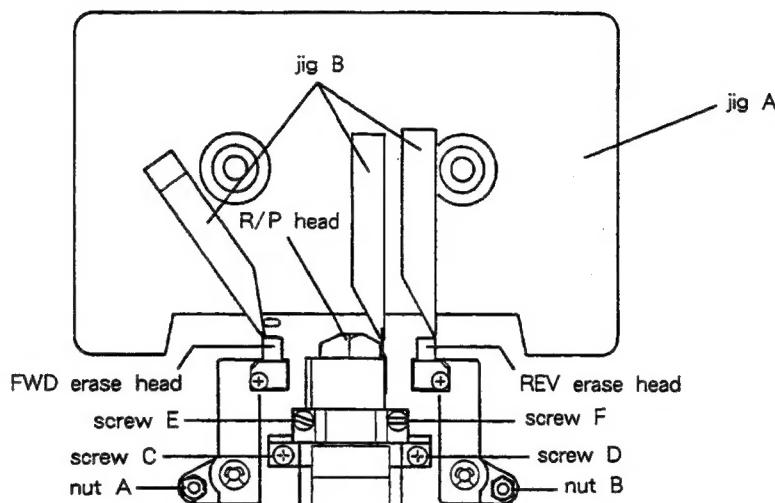

Fig. 2-6
- 1). Set jig A as shown in Fig. 2-6, then set the deck to FWD/PLAY mode.
If it doesn't, adjust Allen nut A shown in Fig. 2-6.
- If the head is both high (or low) in FWD and REV modes, replace the spacer under screws C and D (Fig. 2-6) with a thin (or thick) one. (Add or remove the same number of spacers with the same thickness for both screws C and D.)
- 1). 図2-6のように治具Aをセットし、FWD/PLAYモードにする。
そうでない場合は、図2-6の六角ナットAを調整する。
ネジC, D(図2-6)の下のスペーサーを板厚の薄い(厚い)ものに換える。(C, D共同じ厚さのスペーサーを同枚数増減すること)
- 7). Play back the 10 kHz signal on test tape MTT-256 in FWD/PLAY mode, then adjust FWD azimuth adjustment screw E (Fig. 2-6) so that the phase difference between the L and R channels is 0°.
- 7). FWD/PLAYモードでテスト・テープ MTT-256の 10kHz を再生して、Lch と Rch の位相差が 0° になるように FWD 用アジャス調整ネジ E (図2-6) を調整する。